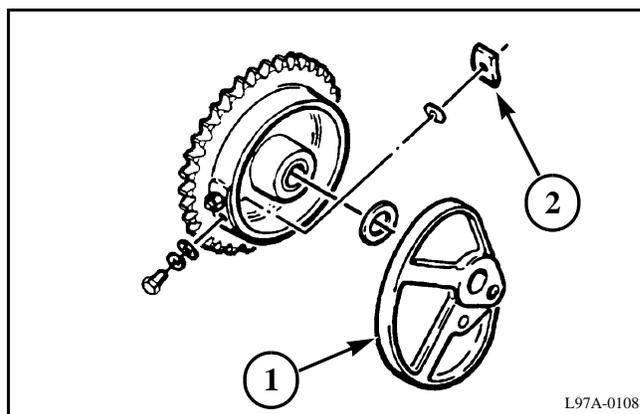

FIG. 27
FIG. 27: Asegúrese de que la oreja de la rueda dentada de tracción del embrague (1) permanezca conectada al seguro del embrague (2). Instale la cadena de transmisión de la anudadora para eliminar la holgura del lado superior.